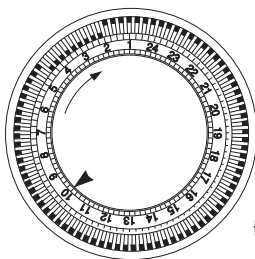

fig.5
- Guardate l'ora del Vostro orologio. Supponendo che siano le 10, ruotate in senso orario il disco numerato del programmatore fino a far coincidere il numero 10 dello stesso con l'indice di riferimento stampato sul programmatore (fig.5).
- Impostare i periodi di tempo in cui desiderate che l'apparecchio funzioni, spingendo verso il centro i dentini (fig.5). Ogni dentino corrisponde ad un periodo di tempo di 15 min. Saranno a questo punto visibili dei settori che corrispondono ai periodi di funzionamento.